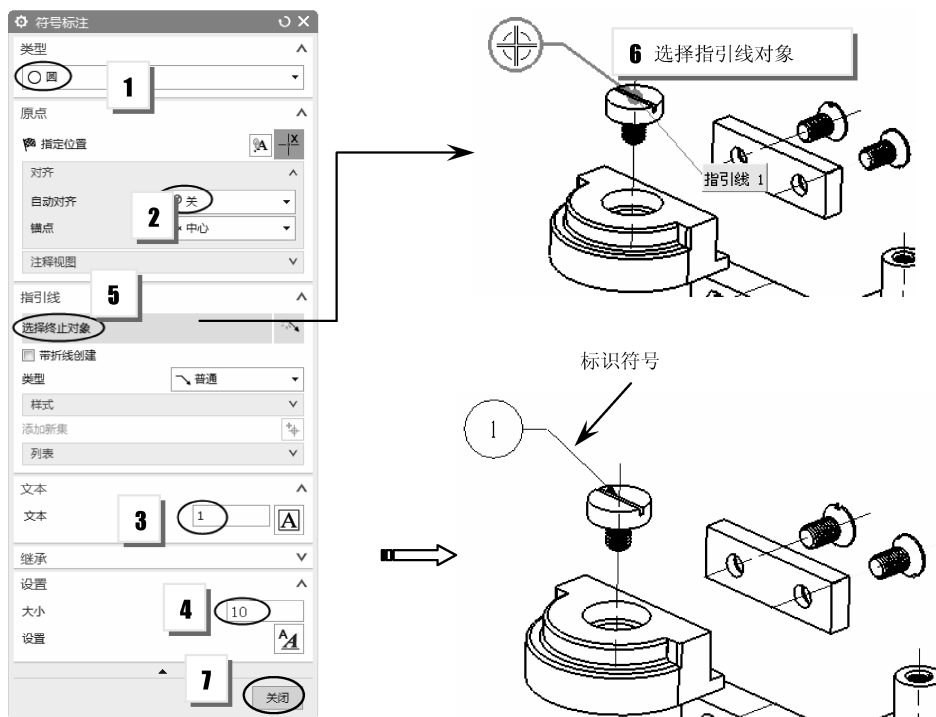

图 10-82 创建标识符号
- 17 在【注释】组中单击【符号标注】按钮, 弹出【符号标注】对话框。按如图 10-82 所示的操作步骤创建装配组件标识符号。